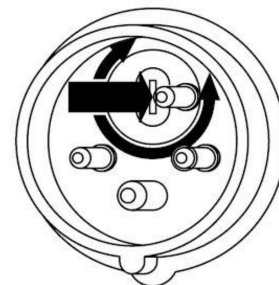

Abb. 5: Phasenwender
Den Kompressor mit dem Hauptschalter ausschalten und am Netzanschluss zwei Phasen von einer Elektrofachkraft vertauschen lassen. Bei Ausstattung des Kompressors mit einem Phasenwender (Abb. 5) kann die Drehrichtung am Phasenwender korrigiert werden. Anschließend die Drehrichtung nochmals prüfen.
Schritt 6: Achten Sie darauf, dass sich der Motor bzw. das Lüfterrad in die richtige Richtung dreht (siehe Pfeil auf dem Schutzgitter). **Bei falscher Drehrichtung können erhebliche Schäden am Kompressor auftreten.** Korrigieren Sie gegebenenfalls die Drehrichtung. Führen Sie einen Phasenwechsel durch, in dem Sie zwei von drei Phasenleitern vertauschen. Bei Ausstattung des Kompressors mit einem Phasenwender (Abb. 5) korrigieren Sie die Drehrichtung gegebenenfalls am Phasenwender.